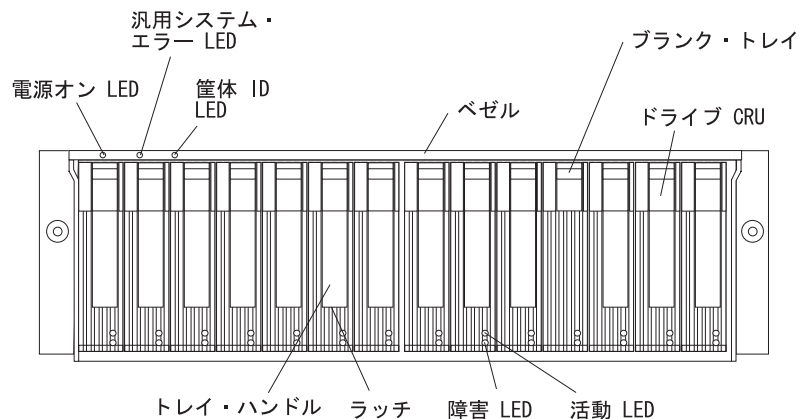

図 36. ホット・スワップ・ハード・ディスク LED
2. 図 36 に示す障害 LED を調べます。これは色の LED がオンになっている場合は、55 ページの『第 4 章 問題解決』を参照してください。